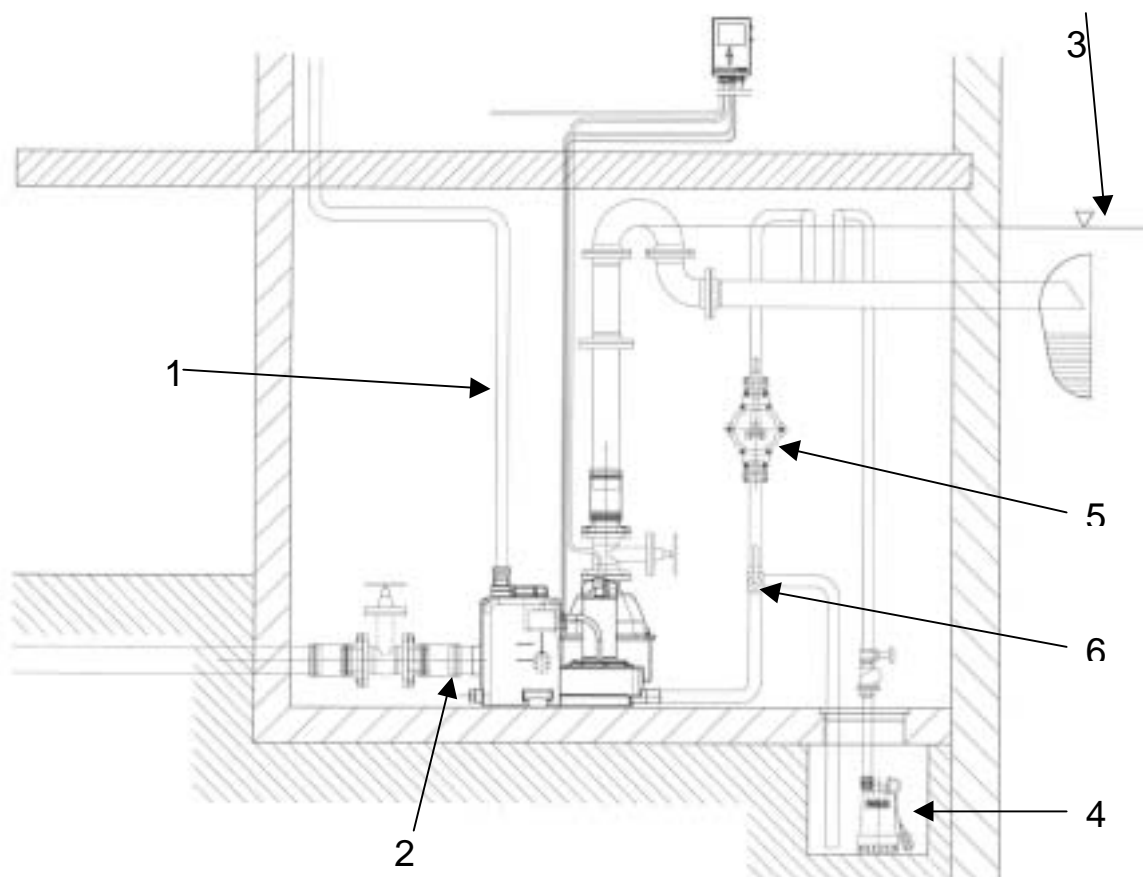

Bild 10
- I tilloppsledningen till tanken, liksom efter backventilen i tryckledningen skall enligt EN 12056-4 alltid finnas en slidventil (bild 10).
För skydd mot återflöde från den mottagande avloppsledningen anordnas en "rörkrök", vars underkant på sin högsta nivå ligger högre än den lokala högsta avloppsnivån (oftast gatunivån). (Se bild 10.)
För att möjliggöra automatisk tömning av installationsutrymmet skall enligt EN 12056-4 anordnas en pumpsump (bild 10).